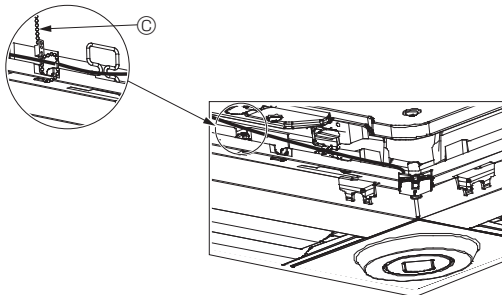

Fig. 10-12
- Säkra i-see-Sensorns och signalmottagarens ledningar till panelen med fästena som visas på bilden så att ledningarna inte hänger löst och klipp sedan bort den överflödiga änden av fästena. (Fig. 10-12)
- Ändra funktionsinställningarna om i-see-Sensorn flyttades från "o", position (E), till "□", position (F). (Se sidan 13)